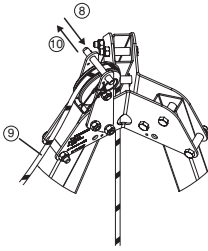

Abb. 10
8. Den Steckbolzen über der Umlenkrolle oben am Dreibaum trapcode entfernen (Abb. 10, 8).
9. Das Kernmantelseil des derope™-Geräts um die Umlenkrolle führen (Abb.10, 9).
10. Den Steckbolzen wieder anbringen, um zu verhindern, dass das Kernmantelseil von der Umlenkrolle springt (Abb. 10, 10).